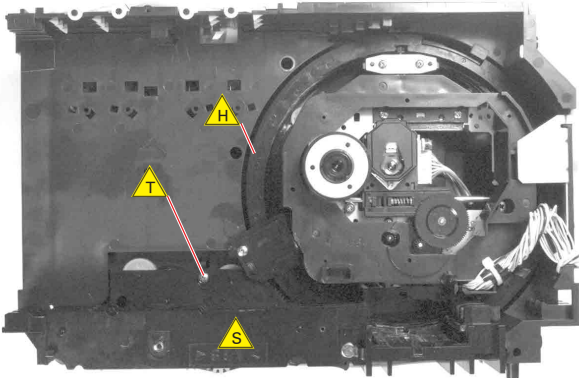

Fig. 14
- 3 Schrauben  $\Delta_T$  (Fig. 14/15) heraus-schrauben.
- Undo 3 screws  $\Delta_T$  (Fig. 14/15).